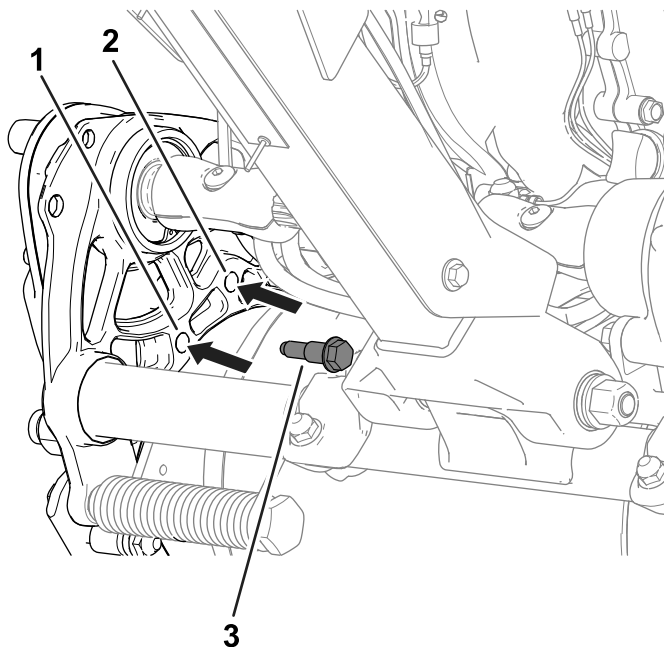

Figure 19
2. De chaque côté de la machine, retirez les boulons à épaulement (Figure 19) qui fixent le boîtier du mécanisme d'entraînement du tambour sur le châssis.
4. Fixez le boîtier du mécanisme d'entraînement sur le châssis à l'aide des boulons à épaulement retirés précédemment (Figure 19).